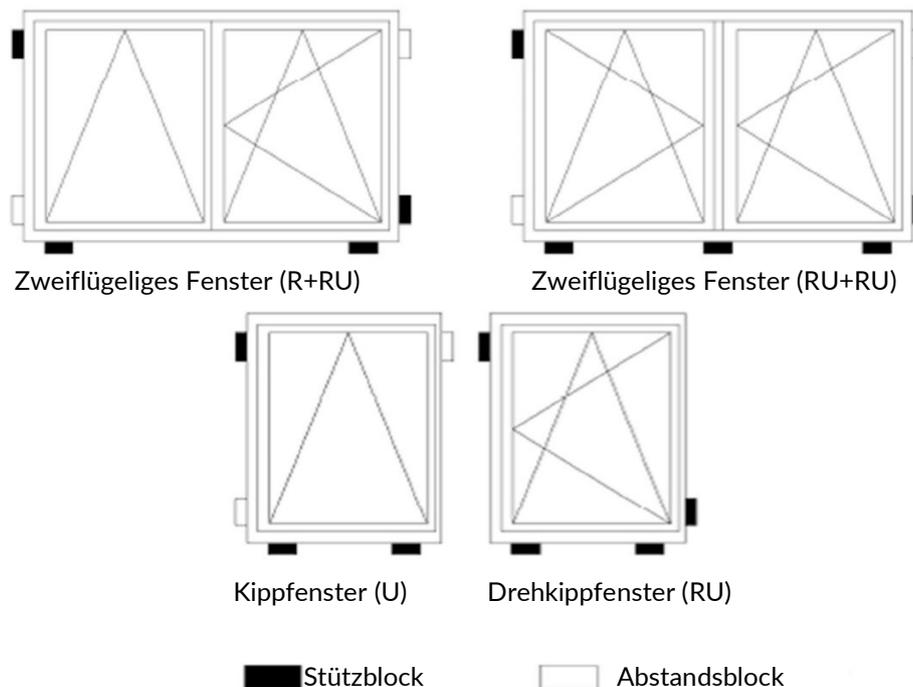

Abbildung 2 Anordnung von Stütz- und Abstandsblöcken
4. Die Anordnung der Stütz- und Abstandsblöcke ist in der Abbildung 2 dargestellt.